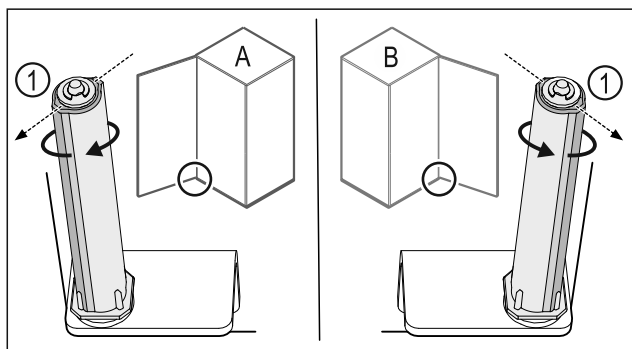

Fig. 30 Venstreanslag (A) / Højreanslag (B)
- ▶ Drej lukkesystemet mod modstanden, indtil lukkesystemets forbindelsesdel Fig. 30 (1) peger udad.